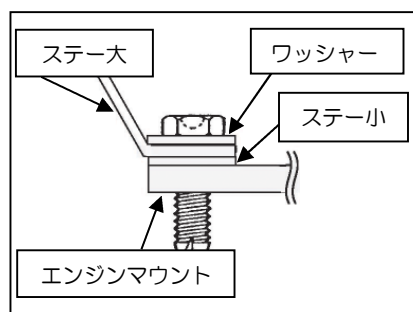

図 8
- ④ 組み立てたアダプターASSY を車両へ取り付けます。図 8、9 参照